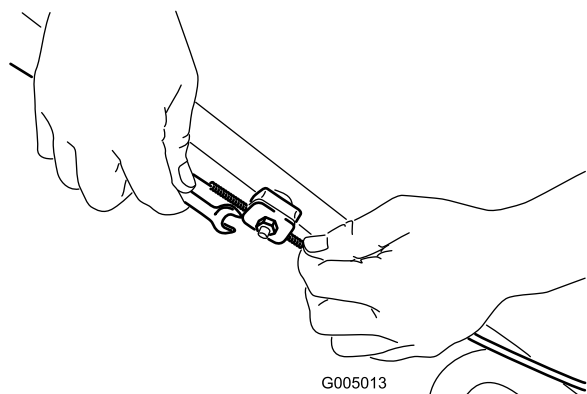

Figura 22
1. Allentare il dado del supporto cavo (Figura 22).